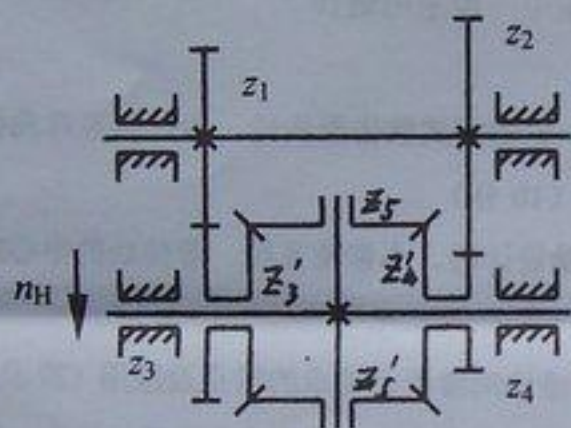

图 1
1. 如图 1 所示的轮系, 已知 $z_1=z_3=30$; $z_2=40$; $z_4=20$; 并且 $n_H=300\text{rpm}$ 。求: n_3 、 n_4 的大小及方向。(10 分)